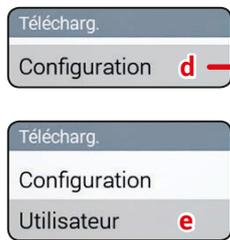

Fig. 48
- 1 Sélectionnez **Télécharg. > Configuration** (d en Fig. 48) et appuyez sur **OK**.